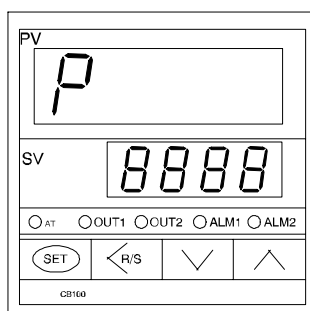

Fig. 6
2. Ändra P-inställningen med SET-knappen enligt Fig. 6.